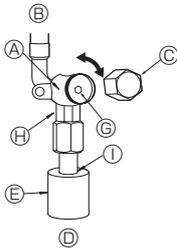

Fig. 4-5
(1) Gassida (Fig. 4-5)
- ① Ta bort kåpan och vrid ventilstängningen så långt det går med en 5 mm sexkantsnyckel. Sluta när den når stoppet.